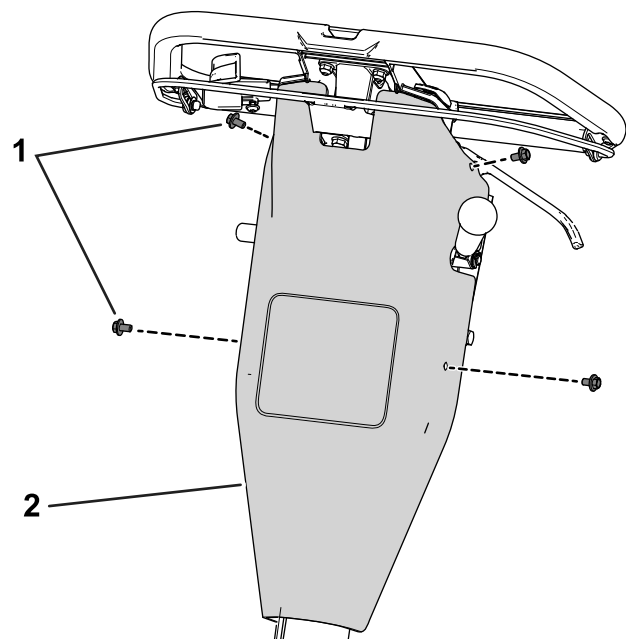

図 2
2. コントロールカバーを後パネルに固定しているねじを外してコントロールカバーを外す 図 2。